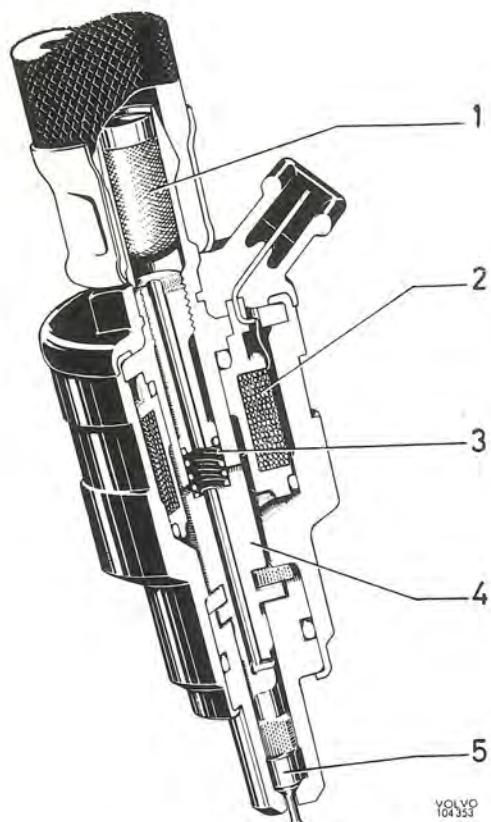

Bild 2—25. Insprutare
Detta innebär att insprutare 1 och 4 sprutar in då respektive insugningsventil är öppen men att insprutare 2 och 3 sprutar in då resp. insugningsventil är stängd och att bränslet i det senare fallet lagras i insugningskanalen tills insugningsventilen öppnar. Insprutaren består av ett hus som innehåller en tätningsnål, magnetlindning samt returfjäder, bild 2—25. Då magnetlindningen (2) är strömlös pressar returfjädern (3) tätningsnålen (5) mot ett sätte varvid nälen stänger av bränsletillförseln. När magnetlindningen erhåller ström från styrenheten attraherar magnetlindningen bakre delen av tätningsnålen (4), vilken är utformad som magnetankare, varvid nälen lyfter ca 0,5 mm från sätet och släpper fram bränslet. Då nälen och öppning i ventilen är noggrant kalibrerade och bränsletrycket är konstant är det endast ventilens öppningstid (2—10 millisek. [0,002—0,01 sek.]) som bestämmer bränslemängden.